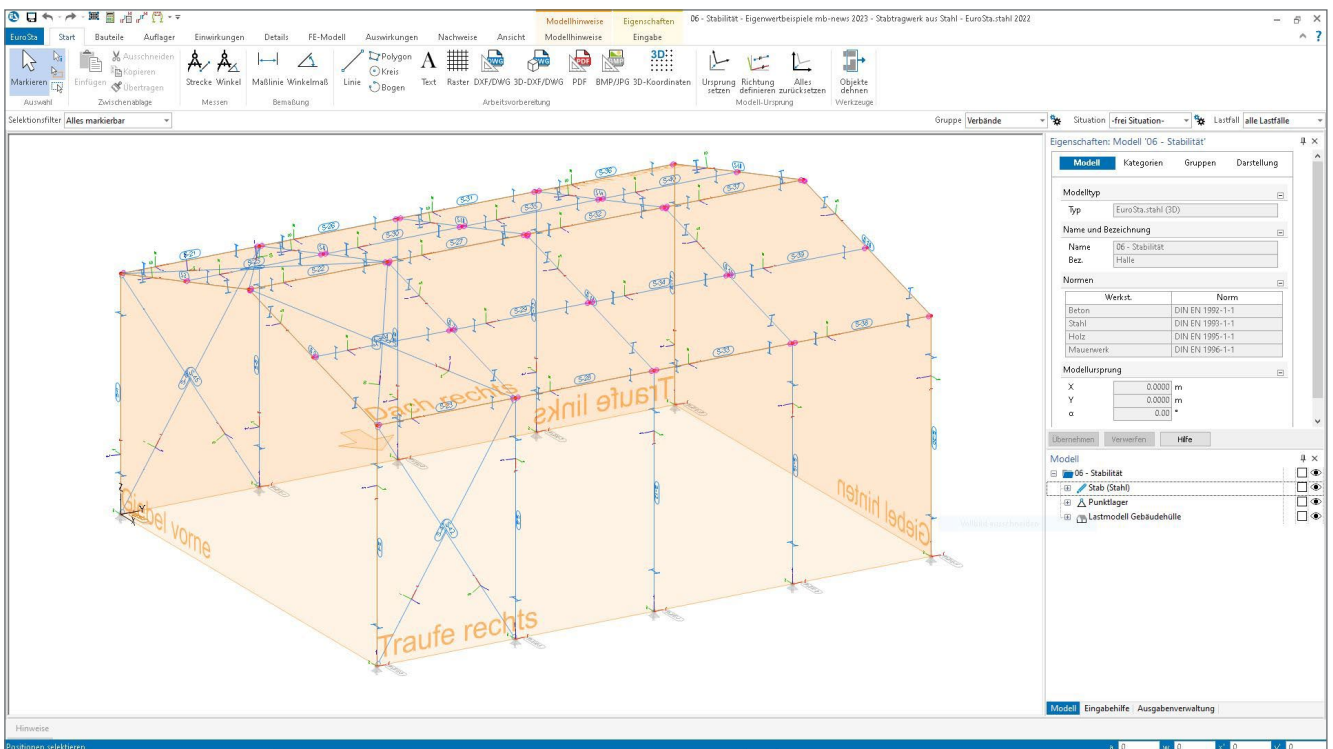
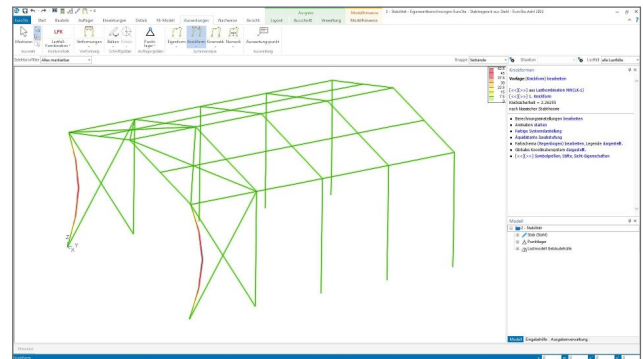

Bild 1. Eine mit Eigenwertberechnung (Stabilitätsberechnung) zu untersuchende Halle in EuroSta
Bild 4. Erste Knickform einer Halle in EuroSta.stahl
Als Beispiel wird die in Bild 1 dargestellte einfache Hallenkonstruktion in EuroSta.stahl 3D betrachtet. Die Stabilitätsberechnung wird in M711 unter Ausschluss von Zug- bzw. Druckkräften durchgeführt. Die erste Knicksicherheit ergibt sich zu 2.29 (Bild 4). Da der Wert größer als eins ist, ist eine Berechnung mit Theorie II. Ordnung möglich. Diese ist nach EC 3-1-1, 5.2 (3) auch erforderlich, da der Wert kleiner als zehn ist.
Die erste und zweite Knickform (Bild 4 und 5) zeigen an, dass die vordersten Stäbe der Halle am meisten knickgefährdet sind. Die Stabilitätsberechnung der Knicksicherheiten und Knickformen ist damit ein wichtiges Hilfsmittel in der Analyse von Stabwerken.